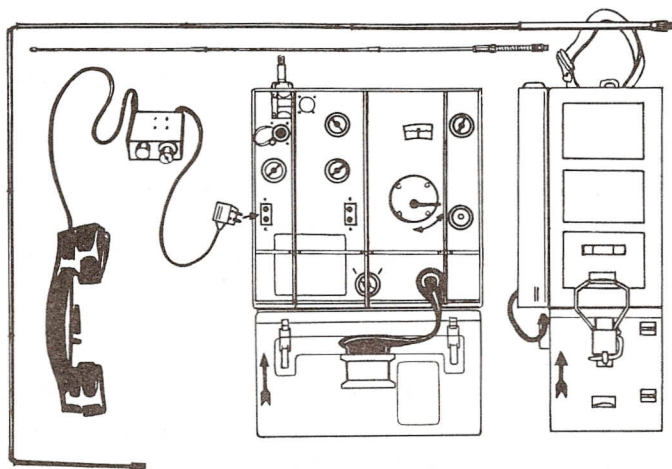

Bild 4. Anslutning av antenner, handmikrotelefon m m
1. Normalantennen, längd 3,25 m, består av åtta delar, vilka hålls samman av en smidig ställlina, som löper genom alla delarna och hålls sträckt med en i nedersta delen inbyggd spiralfjäder. Denna lina möjliggör snabb hopsättning av antennen och förhindrar att någon del tappas bort. Normalantennen skruvas fast i antennfästet på apparatenheten (se bild 4).
2. Marschantennen, som har en längd av 1,25 m, består av tre delar och är byggd på samma sätt som normalantennen. Den har dessutom i nederändan en böjlig del, vilket gör att antennen kan hållas lodrätt, även om apparaten används i liggande ställning. Även marschantennen skruvas fast i antennfästet på apparatenheten (se bild 4).